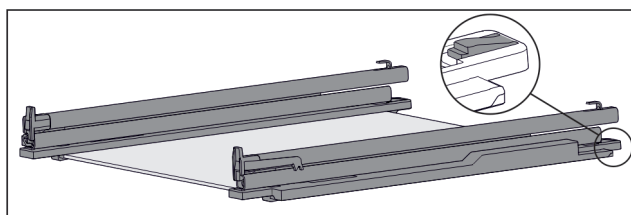

Fig. 109 Placă de sticlă cu șine și piese de fixare
- ▶ Apăsați în jos piesa de fixare din spate (vezi Fig. 109) și, în același timp, împingeți șina înapoi.